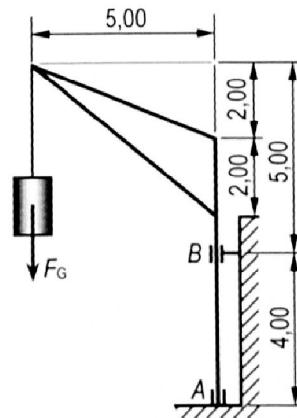

Bild 4.33: Drehkran
5. Man bestimme die Auflagerkräfte des Drehkranes in **Bild 4.33** infolge der Last $F_G = 6 \text{ kN}$.
2. Kransäule in Aufgabe 5, S. 65 (**Bild 4.33**).